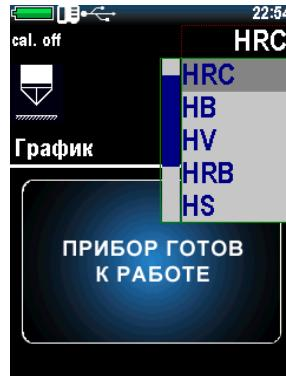

Рисунок 2.6 – Выбор шкалы твердости
5. Выбрать нужную шкалу твердости, для чего нажатием клавиши «SCALE» » открыть меню выбора (рис. 2.6), где клавишами «↑» и «↓» выбрать нужную шкалу (Роквелла С (HRC), Бринелля (HB), Виккерса (HV), Роквелла В (HRB), Шора (HS), Либа (HL), измерения предела прочности (σв) на растяжение изделий из углеродистых сталей перлитного в соответствии с ГОСТ 22761-77 (МПА), пользовательскую (U1, U2, U3)).